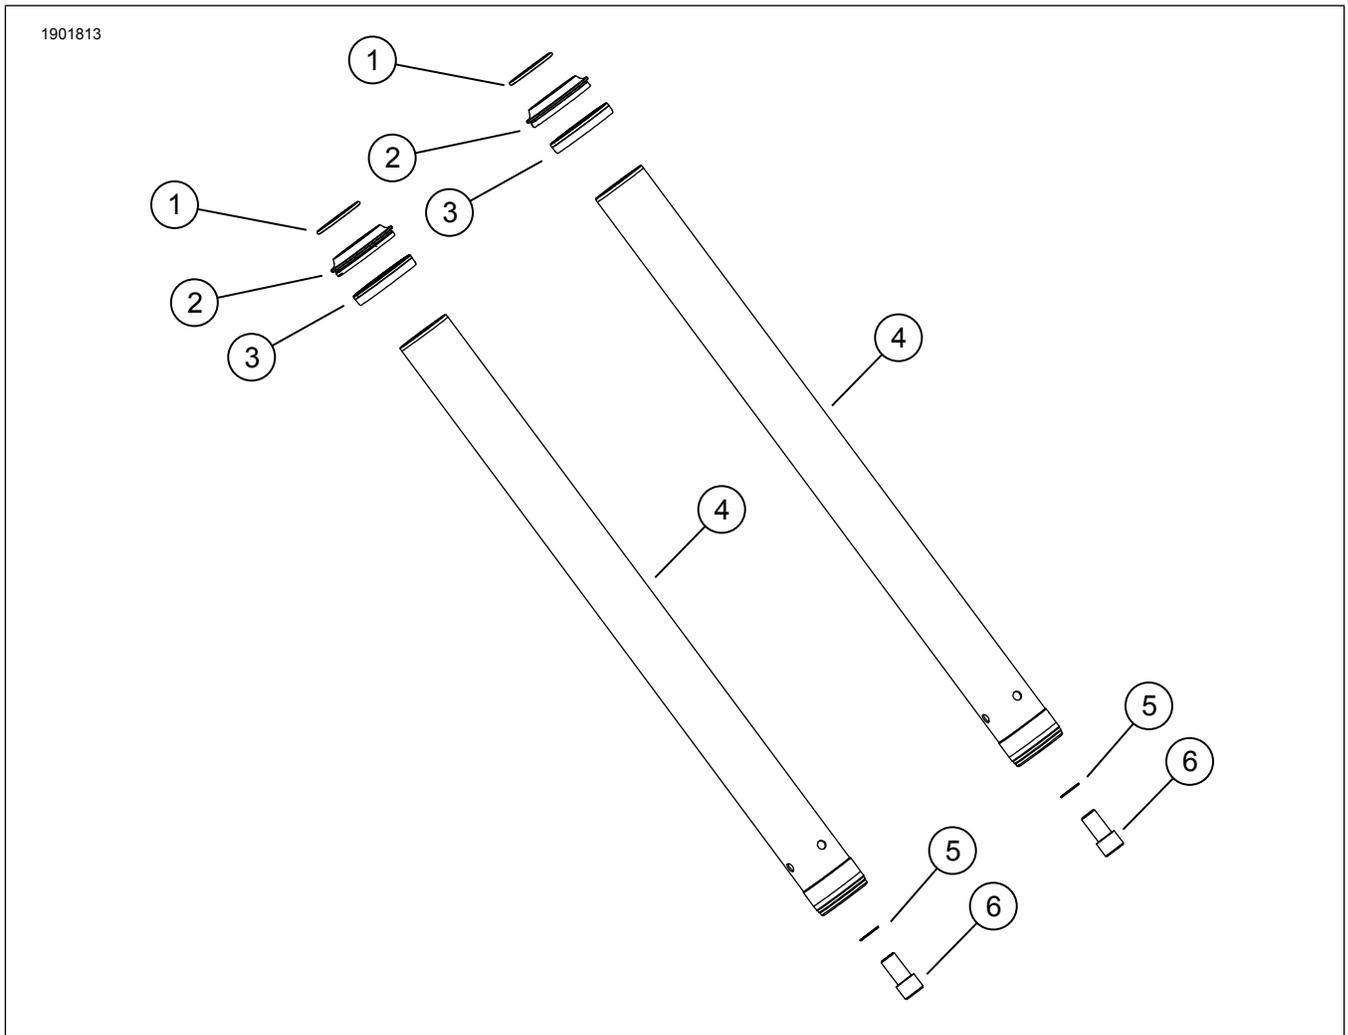

Figure 1. Contenu du kit : Kit de tubes de fourche standard Softail (DLC)
1. Figure 1 Assemblez la fourche gauche à l'aide des **nouveaux** éléments du kit. Consultez le manuel d'entretien.